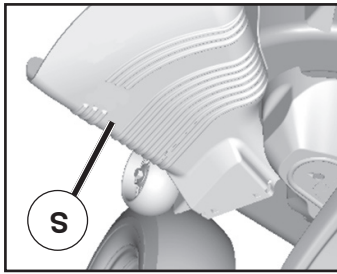

Fig. 13
**PRECAUCIÓN:** No opere la segadora sin, ya sea, el recogedor de césped completo en las segadoras así equipadas o con la protección contra la descarga (S) en su lugar. (Vea Fig. 13)